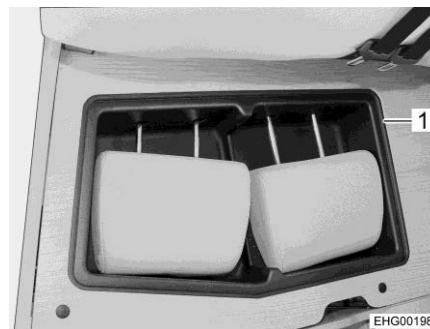

Fig. 17 Vano ripostiglio (sedili)
- ▷ Sotto il cuscino del divano dei sedili si trova un vano ripostiglio (Fig. 17,1) per i poggiatesta.